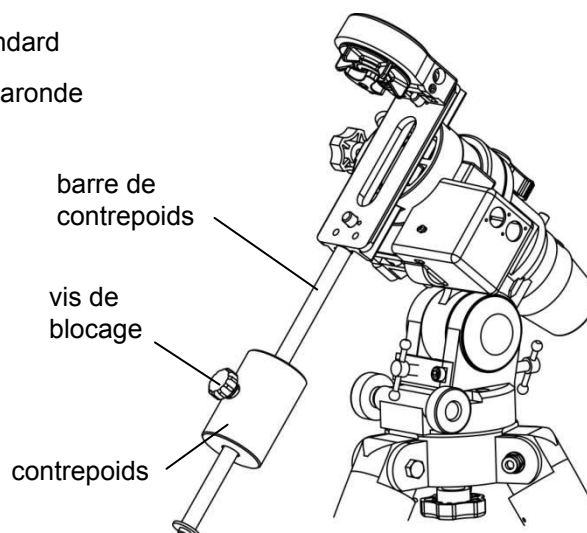

Fig. 12
- 1.7.4. Vissez la barre de contrepoids dans la platine puis insérez le contrepoids dans la barre (fig. 12).